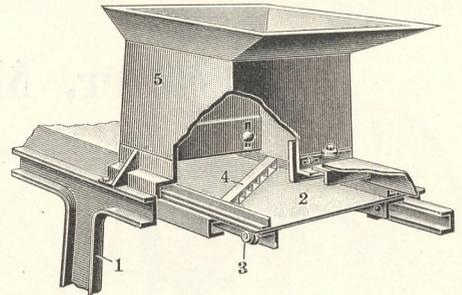

Fig. 876.
c) Schlittenschneider zerreißen die Rüben nicht, sondern schneiden regelmäßige Stücke mit glatten Seiten ab. Dadurch wird jeder Saftverlust vermieden und die Verdunstung auf ein Minimum beschränkt, die Schnitzel zersetzen sich weniger schnell und halten sich länger. Nach Fig. 876 ist auf einem hölzernen oder eisernen Gestell 1 eine ebene Eisenplatte 2 auf Gleitrollen 3 gelagert, so daß dieser 70 cm lange Schlitten sich etwa 33,5 cm hin und her bewegen läßt. In einem entsprechenden schrägen Ausschnitt dieses Tisches ist ein mit zweiseitigen senkrechten Messern von 5 cm Höhe versehenes Horizontalmesser 4 angebracht. Durch Kurbelbetrieb wird der Schlitten hin und her bewegt, und das Messer schneidet von dem aus dem Kasten 5 nachfallenden Material gleichmäßige vierkantige Stücke von 4 cm Breite, deren Höhe sich durch Auswechseln des Messers 4 nach Wunsch von 0,1—3 cm ändern läßt. Die Schnitzel fallen durch einen Schlitz im Schlitten ab.